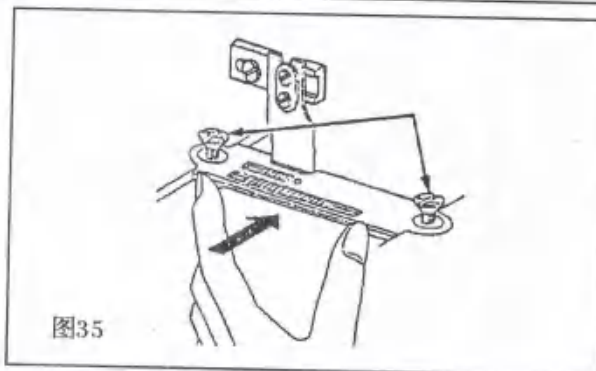

图35
30. 针板组件的安装 (图35)
NEEDLE PLATE INSTALLATION (FIG.35)